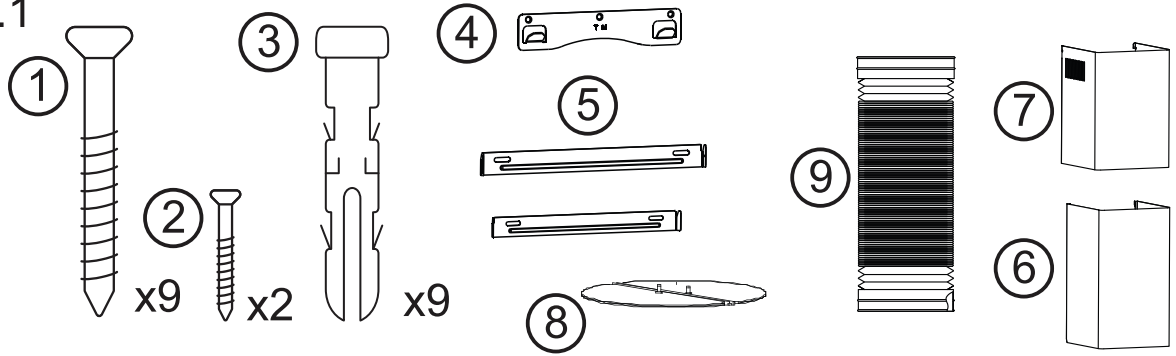

Fig.2
1. Поставете стенното окачване на стената и означете трите точки, където следва да се закрепят винтовете. Като съотнoска вземете мерките, указани на Fig.2.